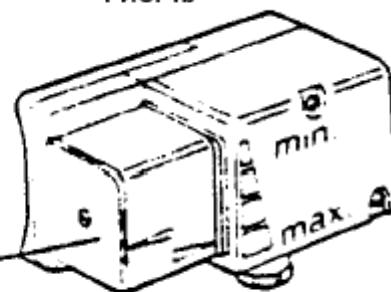

Рис. 1. Переключатель числа оборотов.
- Насосы с двигателями однофазного тока в качестве переключателя имеют на корпусе клеммной коробки врачающуюся ручку (рис.1а, поз.1).
- На насосах с двигателем трёхфазного тока переключение числа оборотов осуществляется посредством переключения 4-ступенчатого штекера на клеммной коробке. Кроме того, существует возможность подключения 2/4-ступенчатого автоматического переключателя (рис.1б, поз.1).
РИС. 1а
РИС. 1б